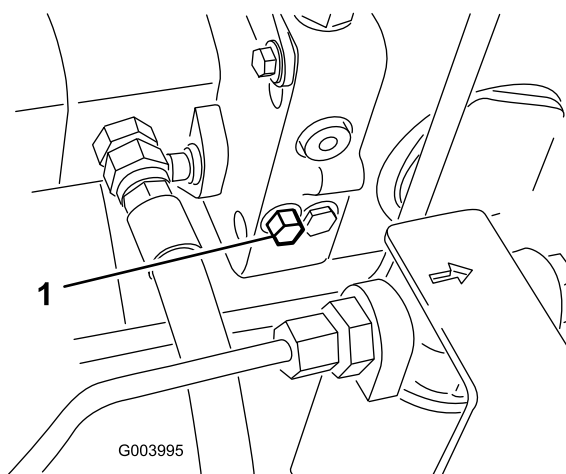

図 22
1. バイパスバルブはハイドロスタットの左側にある (図 22)。バイパスバルブを右または左1~1.5回転させると内部でバイパスが形成される。これにより、トランスミッションを破損することなく、機械を押して低速で移動できるようになる。